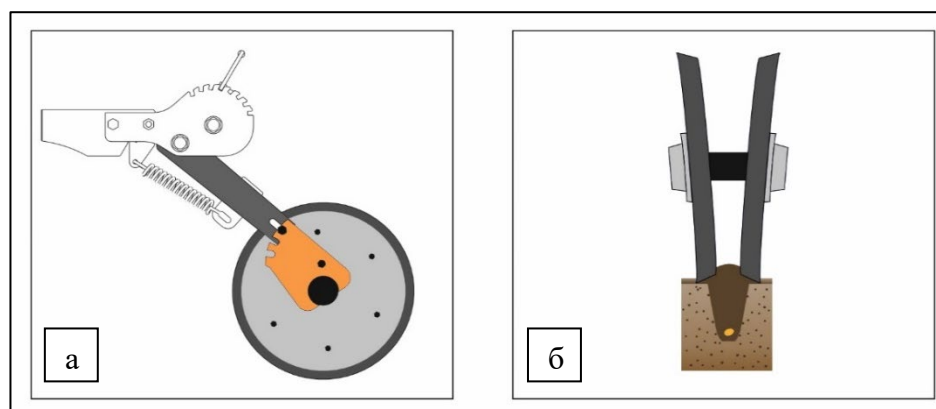

Рисунок 27 – Укрывающие колёса в первом положении (вид в разрезе):
Первое положение – паз (1) кронштейна колёс. В таком положении укрывающие колёса формируют насыпь пожнивных остатков над посевной бороздой, рис. 27.